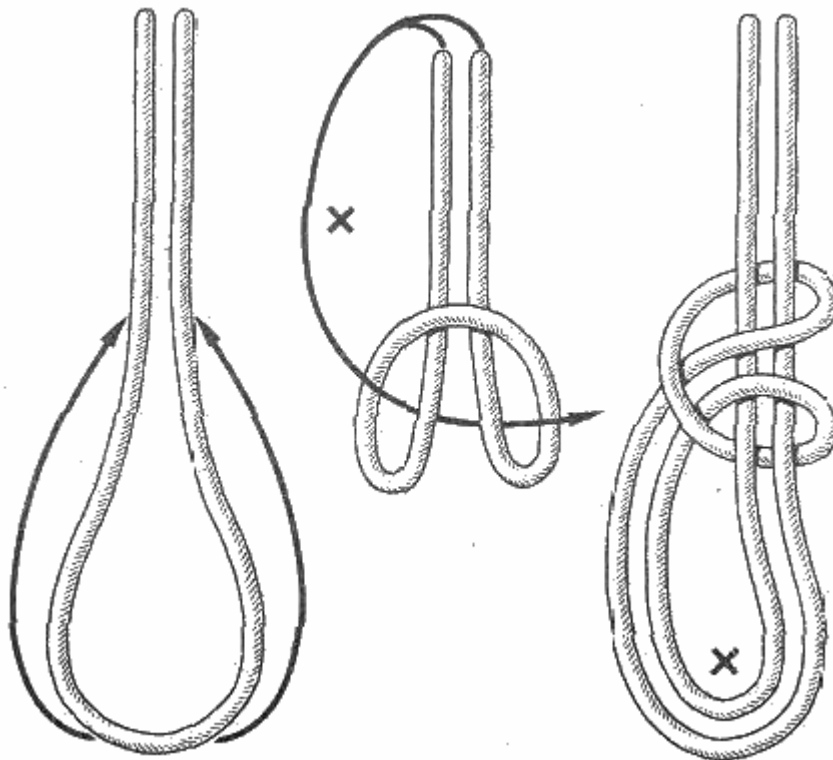

Рис. 84. Скользящая глухая петля
**Скользящая глухая петля** (рис. 84). Этот простой и прочный узел может служить в повседневной жизни для затягивания различных тюков и свертков при их упаковке. Вязка узла предельно проста и не требует каких-либо комментариев.